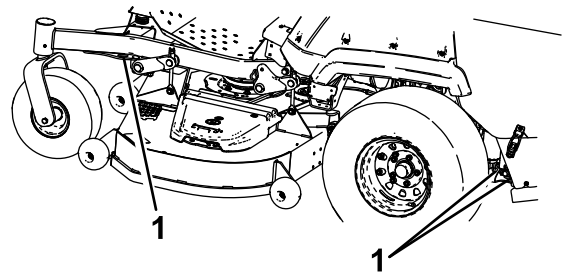

Bild 35
6. Vergurten Sie die Maschine in der Nähe der vorderen Laufräder und dem hinteren Rahmen mit Riemen, Ketten, Kabeln oder Seilen (Bild 35). Ziehen Sie in Bezug auf Anforderungen für Befestigungen geltende Vorschriften zurate.